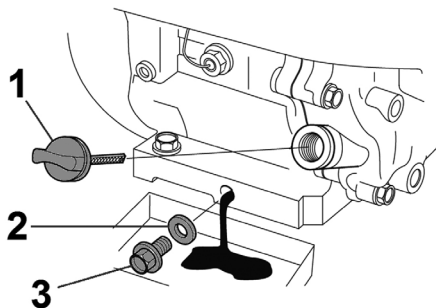

Рис. 11 Замена моторного масла
4. Открутите пробку для слива масла Рис. 11 и слейте отработанное масло в подготовленную для этого емкость.